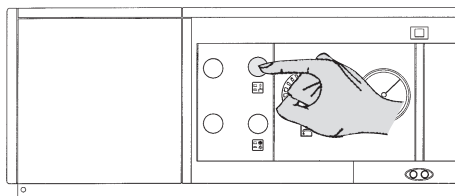

Fig. 4.4
- premere l'interruttore del bollitore e verificare l'accensione del led di segnalazione verde (Fig. 4.4).